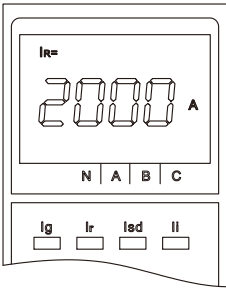
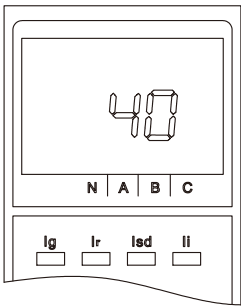

图40 Ir设定值
图49 操作次数
③ 查询状态：在缺省界面下，按“菜单”键一次进入整定值查询状态，再按“→”键依次查询四段保护及其他参数整定值，详见图40~图49，具体调整数据范围见说明书序4.5